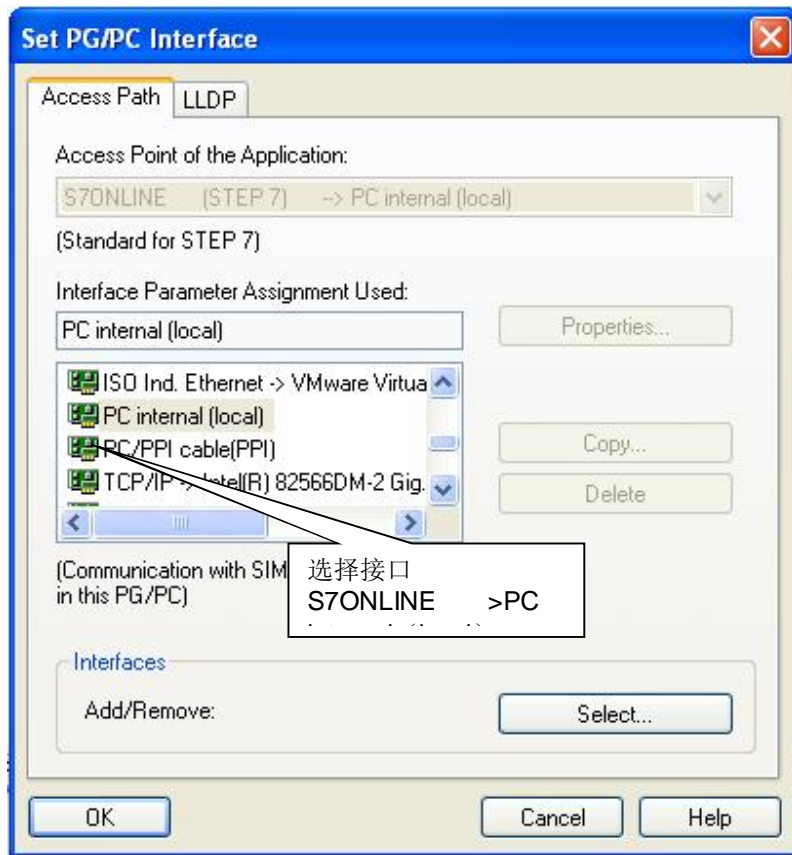

图 13 设置 PG/PC 接口
① 首先设置 PG/PC 接口，在 STEP7 软件中，通过“ Options” > “ Set PG/PC Interface” 进入设置界面，如图 13 所示。